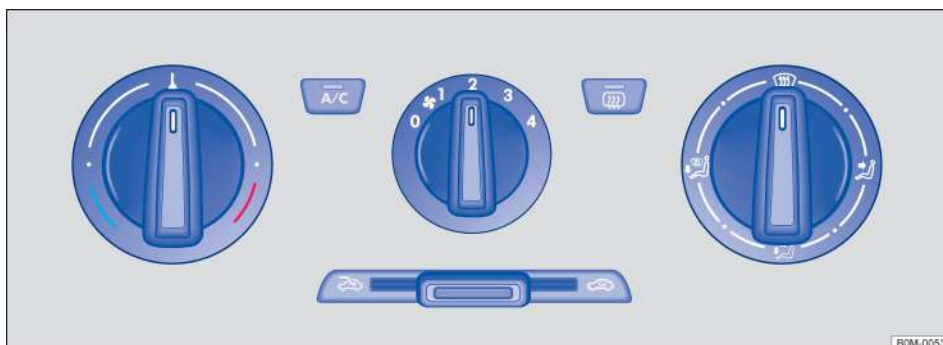

Рисунок 68. Верхняя часть консоли: панель управления кондиционером с ручным управлением
- Поверните регулятор, чтобы отрегулировать соответствующую температуру. Поверните по часовой стрелке, чтобы увеличить температуру; против часовой стрелки, чтобы снизить температуру → Рисунок 68.
- Ручка находится в положении : Включен режим внутренней циркуляции воздуха → Рисунок 68.
- Поверните регулировочную ручку вентилятора в положение  → Рисунок 68.